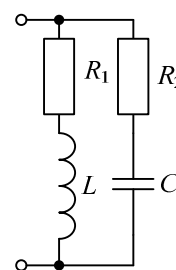

Рис. 7.2.
2. Записать условие резонанса для схемы рис. 7.2 и вывести из него, как частный случай, условие резонанса для схемы рис. 7.1. Изменением каких величин можно добиться резонанса токов в исследуемой цепи?